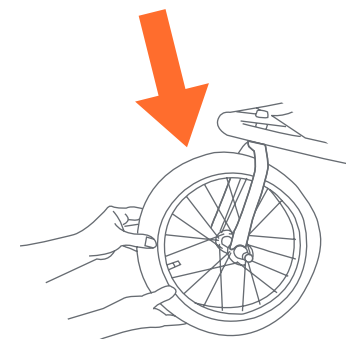

Fig. 20
- 20) •** Soulevez l'extrémité avant de la poussette vers le haut et tirez vers le bas sur la roue pour assurer son attaché (Fig. 20). La roue ne devrait pas être branlante ou se détacher.